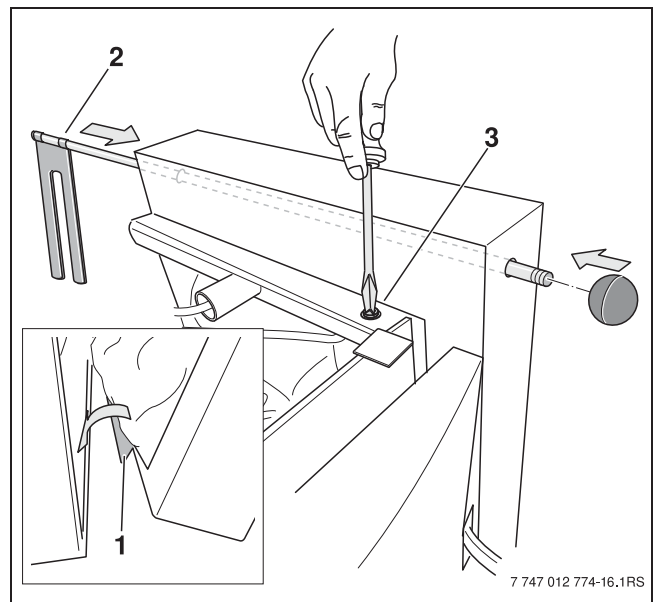

Figura 14 Montarea mantalelor laterale
- Se alege mantaua corespunzătoare pentru fiecare latură. Mantaua pentru partea dreaptă a cazanului de încălzire este prevăzută în partea posterioară cu o trecere pentru tija de reglare a clapetei de încălzire (-> Figura 14).
- Numai partea dreaptă: se introduce tija de reglare a clapetei de încălzire prin orificiul mantalei (-> Figura 14, Poz. 2; -> capitol „Montarea tijei de reglare pentru clapeta de încălzire”, pagina 19).
- Se introduce tija de reglare a clapetei de încălzire prin orificiul de trecere al mantalei (-> Figura 14, poz. 2).